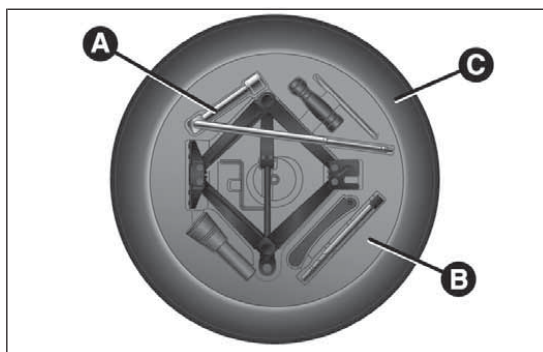

Abb. 156
- Mit dem Schlüssel A Abb. 156, welcher im Werkzeugkasten untergebracht ist, die Blockiervorrichtung losschrauben, den Werkzeugkasten B herausnehmen und in der Nähe des zu wechselnden Rades abstellen. Das Ersatzrad C herausnehmen ;